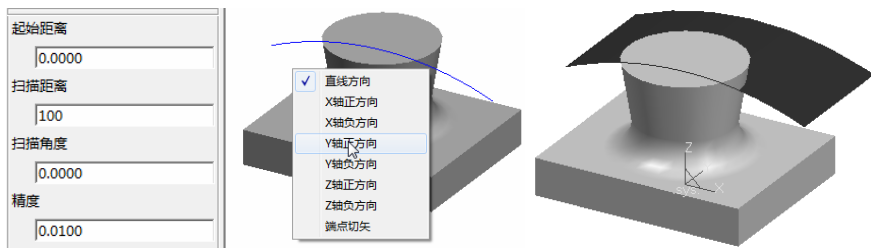

图 8-250 创建扫描曲面
1) 选择下拉菜单“造型”→“曲面生成”→“扫描面”命令，或者单击“曲面生成栏”工具栏上的“扫描面”按钮, 填入起始距离、扫描距离、扫描角度和精度等参数，按空格键弹出矢量工具，选择“Y 轴正方向”为扫描方向，依次拾取上一步所创建曲线，扫描面生成，如图 8-250 所示。